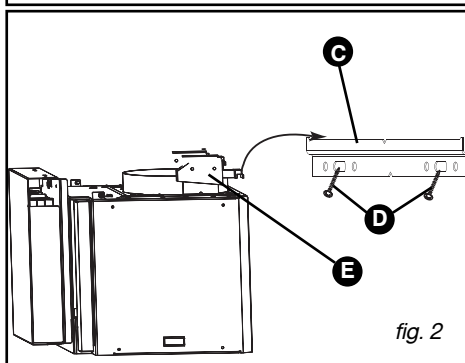

fig. 2
- Atornille el pasador de fijación a la pared (C/fig. 2) con los 2 tornillos (D/fig.2).
- Enganche la campana extractora por sus suspensiones (E/fig. 2).
- Ajuste la altura y el nivel con los tornillos de ajuste (E /fig. 2) de los soportes (el tornillo de arriba para la horizontalidad y el tornillo de abajo para su distancia a la pared).
– Monte la válvula de retención en la salida del motor (fig. 2). Esta válvula de retención permite obstruir la entrada de aire procedente del exterior.